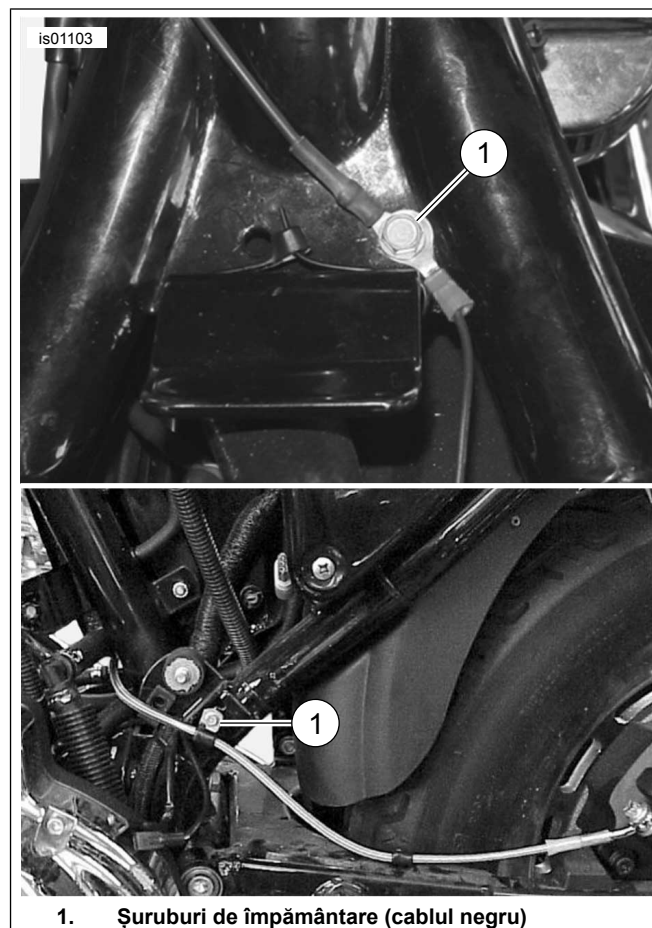

Figura 4. Conexiuni la împământare (modelele Sportster)
3. Consultați Figura 4 . Îndepărtați șurubul de împământare (1), amplasat: